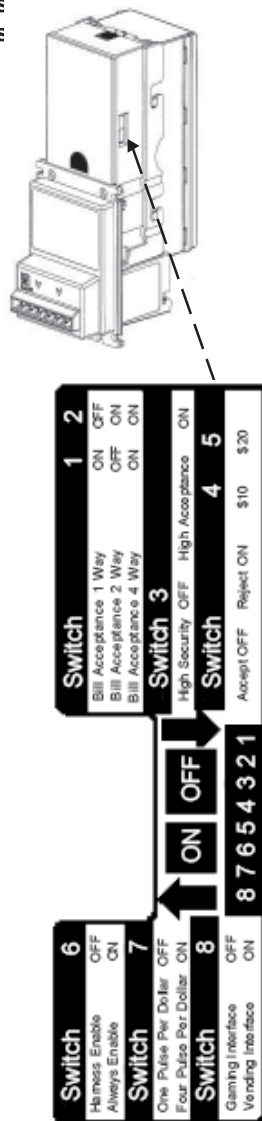

Figure 2
### 1. Réglez les interrupteurs de l'accepteur (voir figure 2).
**Avis Important:** Placer n'importe quel des interrupteurs à ON annulera l'option par défaut et l'accepteur de billet fonctionnera selon la position des interrupteurs tel que décrit sur l'étiquette ! (Voir figure 2)
- Assurez-vous que le bon crédit a été émis. Si non, reconfigurez le VN2600 avec le coupon de configuration ou les interrupteurs 7 et 8 afin d'envoyer le bon nombre d'impulsion. (voir figure 2 à la page 2)